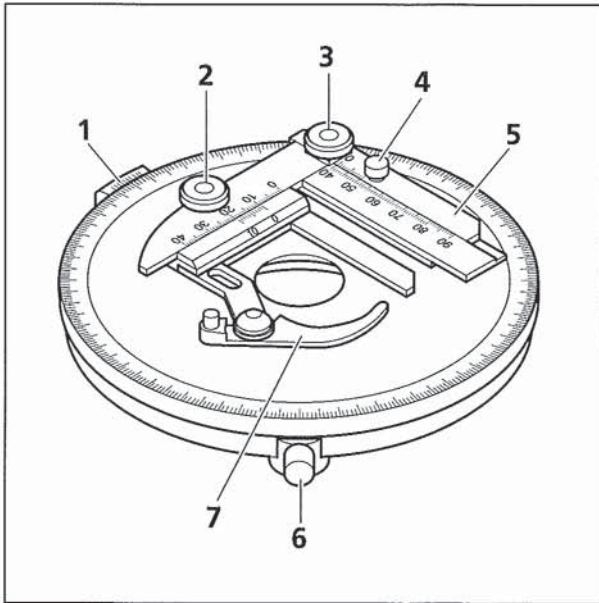

Bild 2-17 Drehtisch Pol
- Drehtisch Pol (Bild 2-17) zur Aufnahme, Positionierung und Fixierung der Präparate mit Objektführer (Bild 2-17/5) und Objekthalter (Bild 2-17/7).
- Drehung 360° mit Klemmung über Rändelschraube (Bild 2-17/6).
- Drehwinkel mit Nonius (Bild 2-17/1) an Winkelskala ablesbar.
- Objektführer (Bild 2-17/5) abnehmbar (nach Lösen der Klemmschraube, Bild 2-17/4; beim Aufsetzen des Objektführers auf den Drehtisch dienen zwei Zylinderstifte an der Unterseite zur Orientierung).
- Objektführer ausgestattet mit Objekthalter, der über die Triebknöpfe (Bild 2-17/3 und 2) in X- und Y-Richtung verschoben werden kann. Die Verschiebung kann in X- und Y-Richtung über die beiden Nonien an der jeweiligen Skala abgelesen werden.